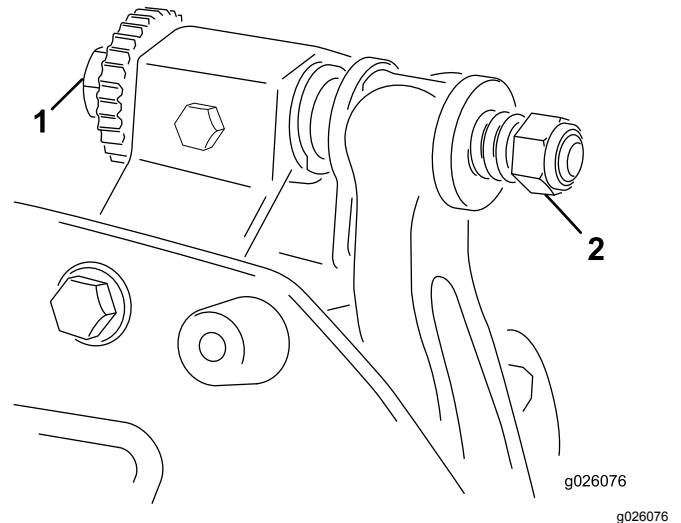

Figura 11
- A. Ruotate le viti di regolazione della barra di appoggio in senso orario (Figura 11), uno scatto alla volta, fino ad avvertire e ad udire un leggero contatto.
6. Ruotate il bullone di regolazione della barra di appoggio di destra (Figura 11) fino ad avvertire una leggera pressione sullo spessore quando lo fate scorrere in senso laterale. Rimuovete lo spessore.